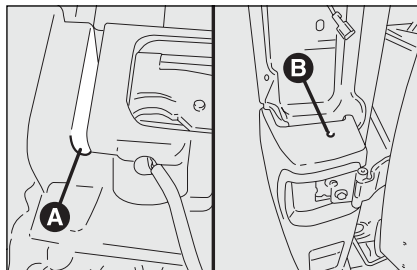

fig. 30b
- draai de onderste bevestiging **A** tussen het middelste bumperdeel en het bumperhoekstuk los **fig. 30b**;
- maak de achterlichtunit los en draai de bovenste bevestiging **B**-fig. 30b los;